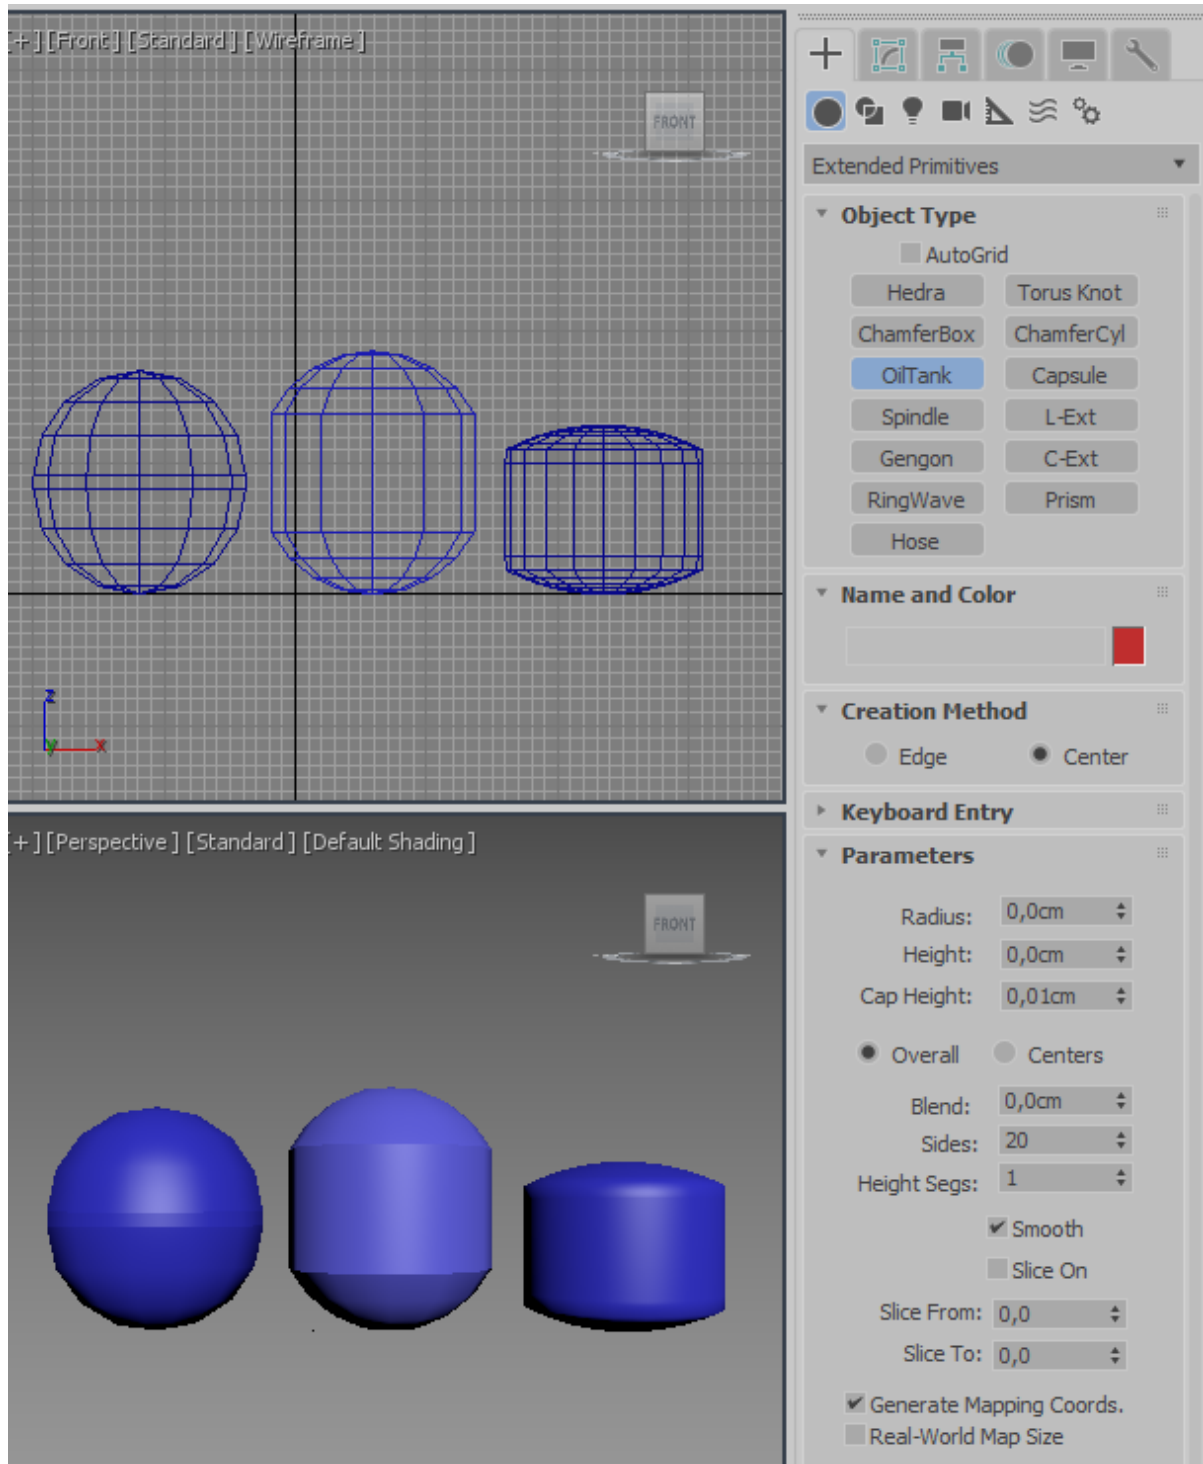

Рисунок 2.27 - *Chamfer Cylinder* (Цилиндр с фаской)
5) Oil Tank (Цистерна) (рисунок 2.27).